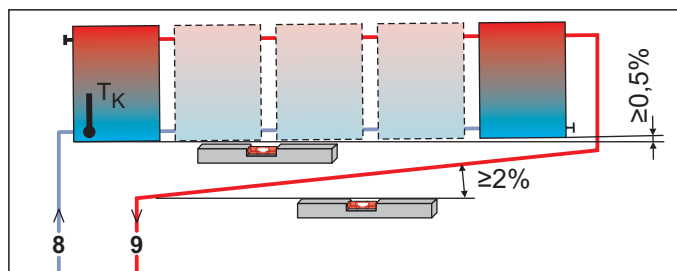
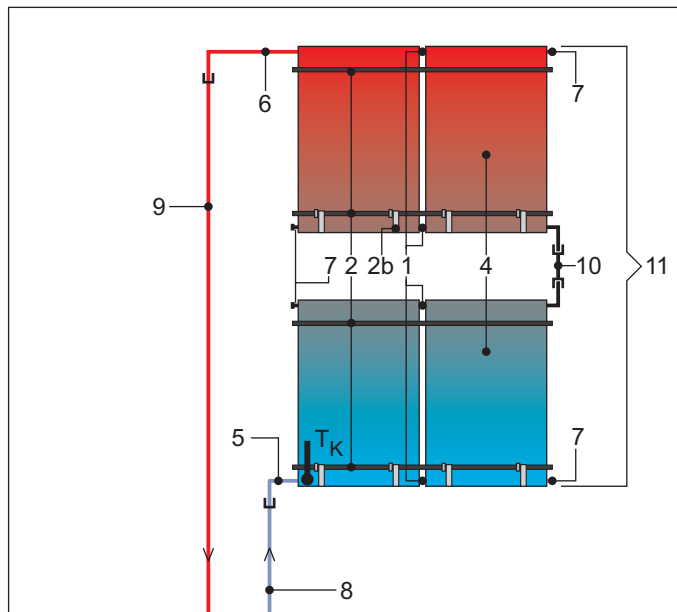
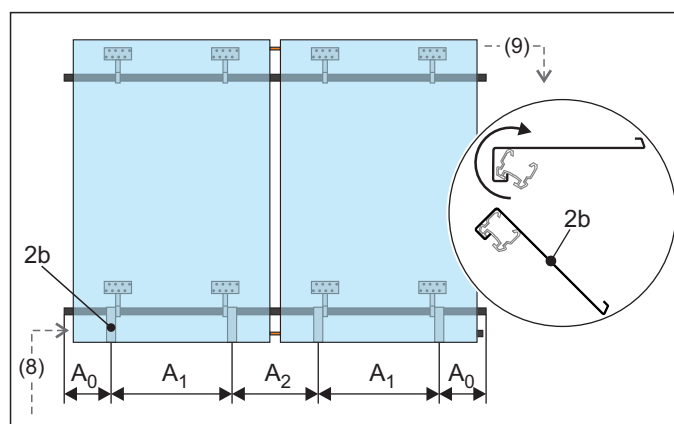

Fig. 4-1 Campo de coletores solares ligado em lados opostos (recomendado)
Fig. 4-3 Disposição alternativa dos coletores solares
Fig. 4-8 Passo de trabalho 1: alinhamento do gancho de segurança (Legenda ver tab. 4-1, medidas ver tab. 4-3)
Alternativamente a esta ligação natural em paralelo dos coletores descrita neste manual, também podem ser montadas, se necessário, no máximo 3 filas de coletores umas sobre as outras. Os coletores ou painéis de coletores colocados uns sobre os outros devem ser ligados em fila (fig. 4-3).
Tab. 4-1 Legenda de fig. 4-1 a fig. 4-3 e fig. 4-8
- A tubagem de ligação de alimentação (VA15 Solar) deve ser ligada em cima e a tubagem de ligação de retorno (VA18 Solar) em baixo no coletor (ver fig. 4-1 a fig. 4-3 e fig. 4-8).
1. Pendurar o gancho de segurança do coletor na ranhura de guia do perfil de montagem inferior e inclinar para baixo. Os ganchos de segurança podem deslocar-se depois de serem pendurados na direção lateral (ver fig. 4-8 e tab. 4-3).